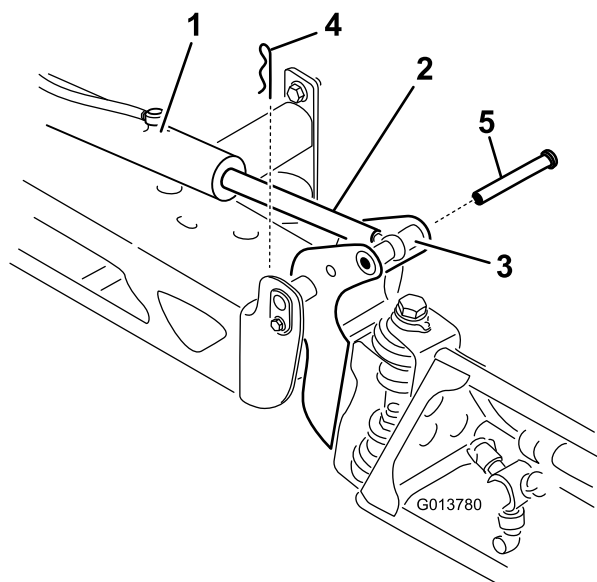

Figura 83
2. Retire la chaveta del pasador de giro (Figura 83).
3. Levante el brazo, retire el pasador (**Figura 83**), y baje el brazo lentamente al suelo.
9. Sujetando el brazo, introduzca el pasador a través del pivote del brazo y del émbolo del actuador (**Figura 83**).